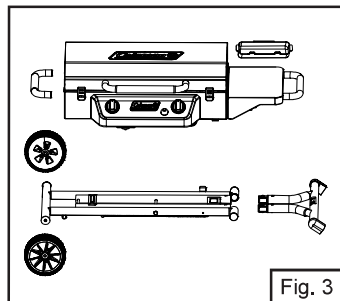

Fig. 3
1. Vérifiez et retirez tous les composants de l'emballage (Fig. 3).